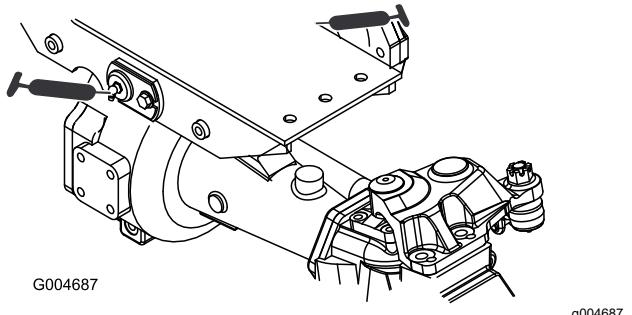

Bild 75
- Zwei Drehbüchsen an der Vorder- und Hinterachse (Bild 75)